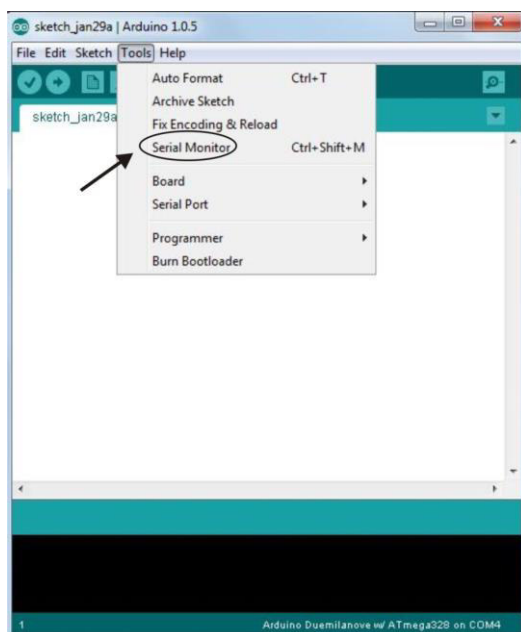

Figura 2.8 – A função Serial Monitor da IDE Arduino. Ao clicar em Serial Monitor uma janela de comunicação com a Arduino se abre.
- **Serial.begin(9600);** – com essa instrução inicializamos a comunicação entre a Arduino e o PC através da porta serial (USB). Quando essa instrução é executada podemos enviar e receber dados para a Arduino a partir do PC. Essas informações podem ser enviadas/recebidas através da IDE usando a função **Serial Monitor**. A Figura 2.8 mostra o acesso a essa função. O valor entre parêntesis é a taxa de transferência de dados. No caso estamos usando 9600 bits por segundo. O bit é a menor unidade de informação que podemos trocar entre dois sistemas. No momento oportuno será muito apropriado tratar da linguagem digital, isto é, de como a informação é trocada e processada nos computadores e por extensão nos microcontroladores. Nesse ponto em que estamos essa discriminação ainda não é essencial.